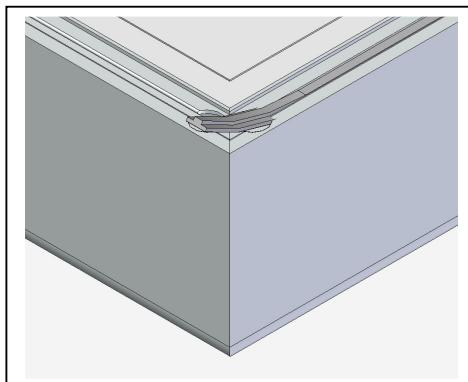

Fig.7
6. Asportare attraverso il foro Ø14 il residuo del porta guarnizione "tagliato" con lo scalpello (fig.7) e pulire con aria compressa.